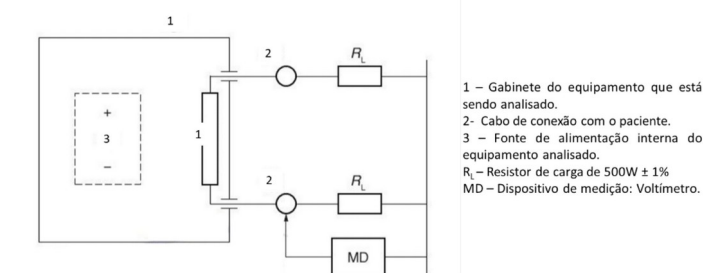

Figura 4 - Circuito de medição.
1. Realize a montagem do circuito de medição conforme Figura 4.